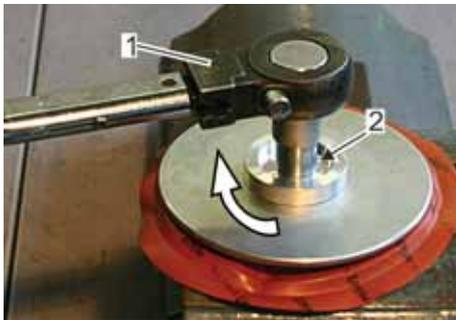

Abb. 50: Sechskantmutter mit Drehmoment festdrehen
- 13. Die Sechskantmutter (Abb. 50/2) mit einem Drehmomentschlüssel SW 13 (Abb. 50/1) mit dem vorgeschriebenen Wert (☞ Kapitel 7.4 „Anziehdrehmomente“ auf Seite 95) festdrehen.